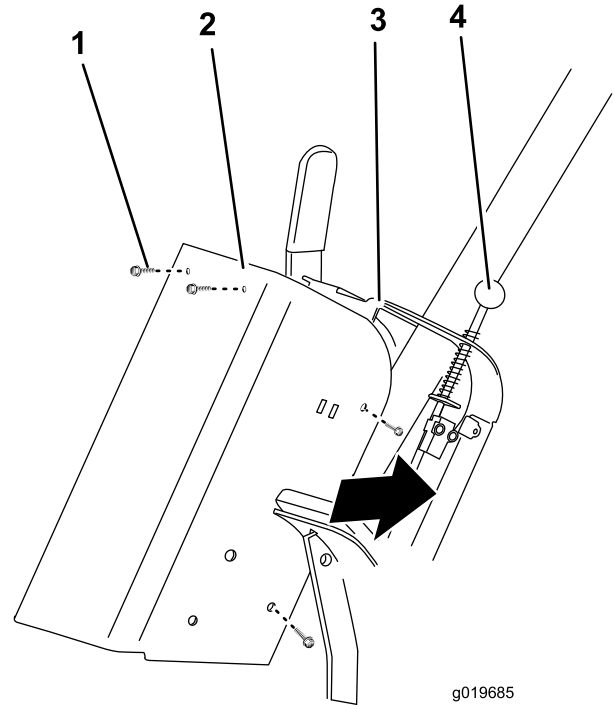

Figura 15
2. Retire los tornillos que sujetan la tapa a la columna de dirección (Figura 15). Retire la tapa de la columna de dirección.